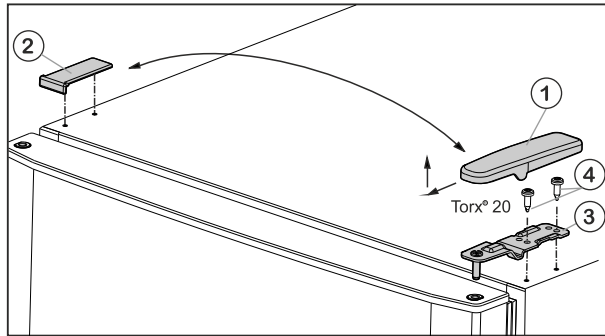

Fig. 6
- ▶ Abdeckung Fig. 6 (1) nach vorne und oben abziehen.
- ▶ Abdeckung Fig. 6 (2) abheben.
- ▶ Oberen Lagerbock Fig. 6 (3) abschrauben (2 mal Torx® 20) Fig. 6 (4) und nach oben abziehen.
- ▶ Oberen Lagerbock Fig. 6 (3) auf der neuen Scharnierseite in die Tür einsetzen.
- ▶ Oberen Lagerbock **fest (mit 4 Nm)** anschrauben (2 mal Torx® 20) Fig. 6 (4). Eventuell einen Akkuschauber verwenden.
- ▶ Abdeckung Fig. 6 (1) auf der Gegenseite von außen aufsetzen und einrasten.
- ▶ Abdeckung Fig. 6 (2) jeweils auf der Gegenseite von oben aufsetzen und einrasten.